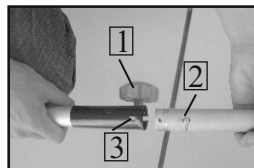

рис. 4
6.3 Установка нижней части штанги гибкого вала (рис.4).
6.3.1 Ослабьте барашковую рукоятку 1 (рис.4), откручивая её против часовой стрелки.
6.3.2 Совместите верхнюю и нижнюю части штанги, как показано на рис.4
6.3.3 Соедините верхнюю и нижние части штанги. При этом фиксирующая кнопка 2 (рис.4) должна находиться в отверстии 3 (рис.4) соединительной муфты.
6.3.4 Затяните барашковую рукоятку 1 (рис.4), закручивая её по часовой стрелке. Перед работой всегда проверяйте загрузку барашковой рукоятки соединительной муфты.